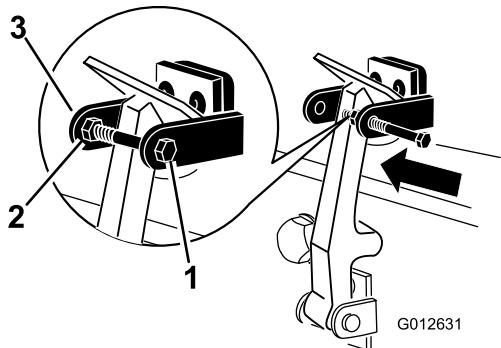

Bild 11
8. Setzen Sie die Schraube in den anderen Arm der Halterung des Motorhaubenriegels, um den Riegel zu arretieren (Bild 11). Ziehen Sie die Schraube (nicht die Mutter) an.